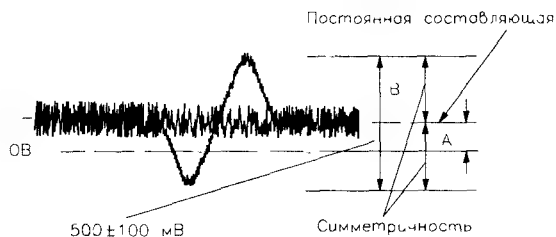

Рис. 4.28. Форма сигнала при проверке баланса фотодетекторов Е и F
2. Нажать клавишу паузы. При этом происходит скачок лазерного луча через дорожку. Форма сигнала в контрольной точке для этого момента показана на рис. 4.28.